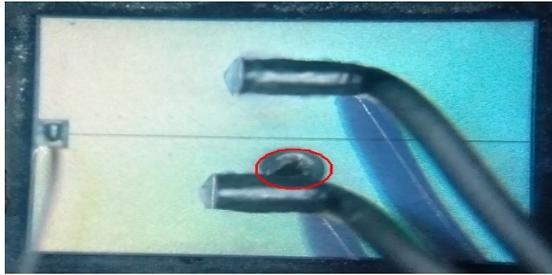

图 5 焊线下面有烧伤点
c. 如图5所示中的芯片源极区内也存在一烧穿斑点，但位于源极焊球附近，芯片表面其它状况正常。通过其它辅助测试，这种烧穿斑点与源极焊球边缘密切相关。因此怀疑，烧穿斑点应与焊接过程对栅极氧化层的损伤有关，它主要来自线材及焊头的毛刺以及固体颗粒粘污等。